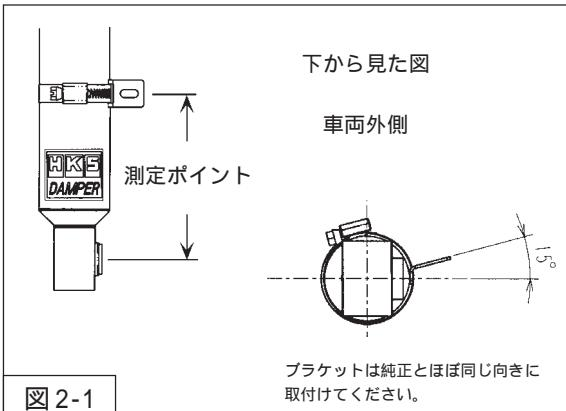

図2-1
- ・測定ポイントが純正ダンパーASSYと同じ位置になるようダンパーASSYに固定してください。(図2-1)